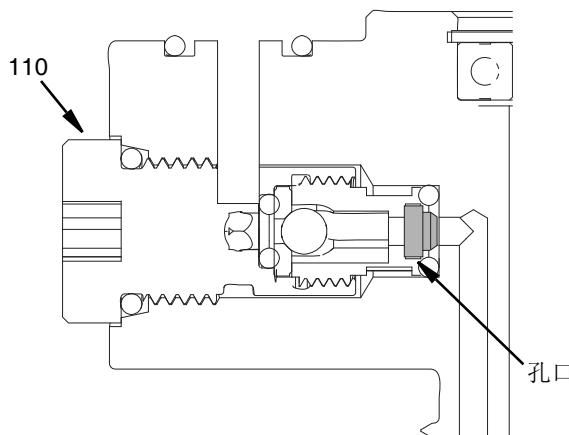

图 11
1. 用 5 毫米内六角扳手卸下止回阀体 (110)。
2. 将孔口嵌件放入止回阀孔口固定器中，如图 11。